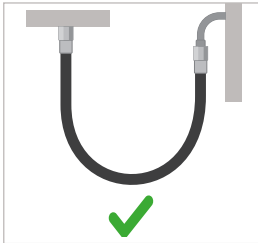
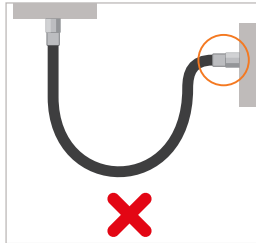

Figure 3
Figure 4
- ▶ Ne pas orienter ou plier le flexible de pression au-delà du rayon de courbure admissible (voir *Chapitre 4. Caractéristiques techniques page 12*) (Figure 3 et Figure 4).